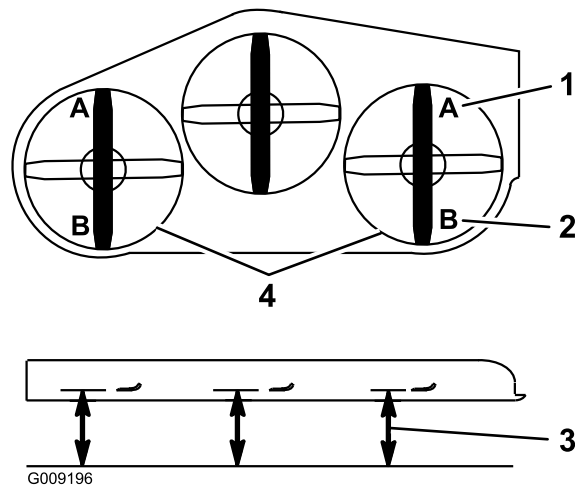

**Рисунок 112**
5. Нажмите педаль подъема деки до упора вперед, и дека зафиксируется в транспортном положении на высоте 14 см (Рисунок 112).